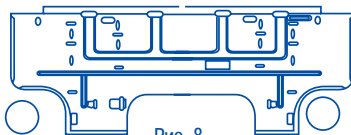

Рис. 8
2) Наметьте место для отверстия с учетом расположения блоков кондиционера. Рекомендуется выполнять отверстие для прокладки трубопроводов и кабелей справа снизу монтажной пластины (см. рис. 8).
2) Прикрепите монтажную пластину к стене, используя винты, входящие в комплект поставки (рис. 8). Убедитесь, что монтажная пластина надежно закреплена.